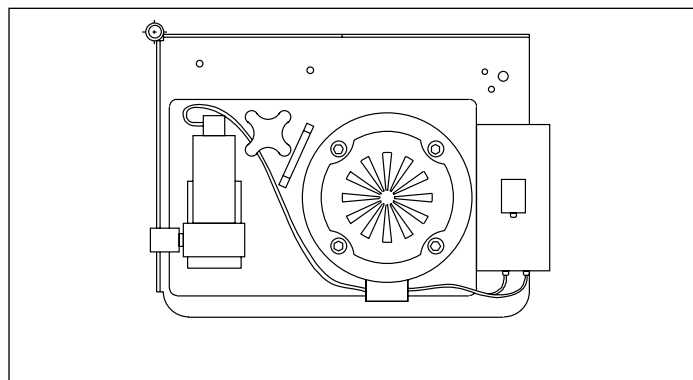

Afbeelding 1, VLP persunit
3.0 INSTALLATIE (Zie Afbeelding 1)